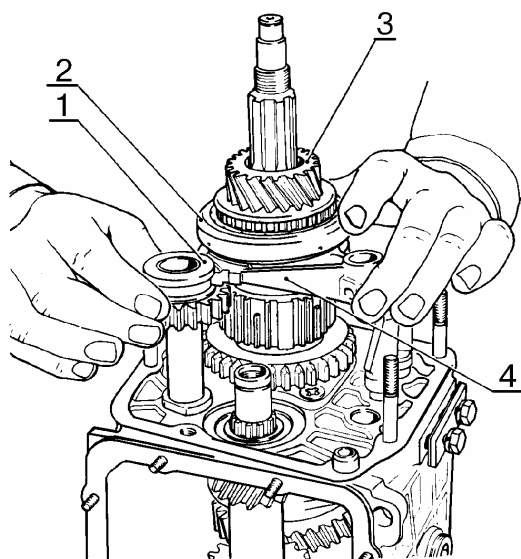

Рис.18. Снятие промежуточной шестерни заднего хода, шестерни V передачи в сборе с синхронизатором и вилкой:
- снять одновременно шестерню 1, рис.18, заднего хода с оси и с вторичного вала шестерню 3 V передачи в сборе с муфтой 2 синхронизатора и вилкой 4;